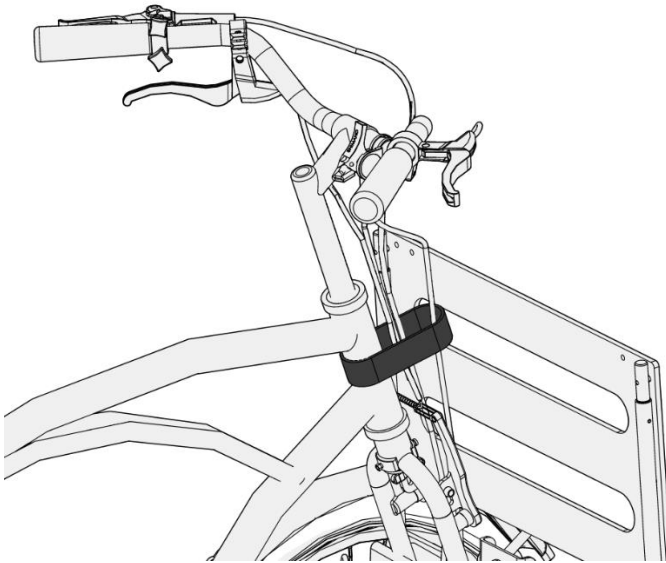

Figure 45 - Vue des câbles maintenus par le serre-câble
- Réunissez les différents câbles au niveau du pivot de direction de votre vélo et maintenez-les à l'aide du serre-câble AddBike+. (Cf. figure 45).